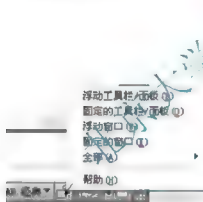

图 1.8 锁定、解锁工具栏
(3) 锁定、解锁工具栏：锁定、解锁工具栏有以下两种方法。
① 将鼠标指针指向状态栏右侧的锁定图标并单击，将显示工具栏和窗口的控制菜单，选择【固定的工具栏】选项可以将当前显示的全部工具栏锁定或解锁。当工具栏被锁定时，只有解锁后才能够将工具栏关闭，这样可以避免因误操作而关闭，如图 1.8 所示。